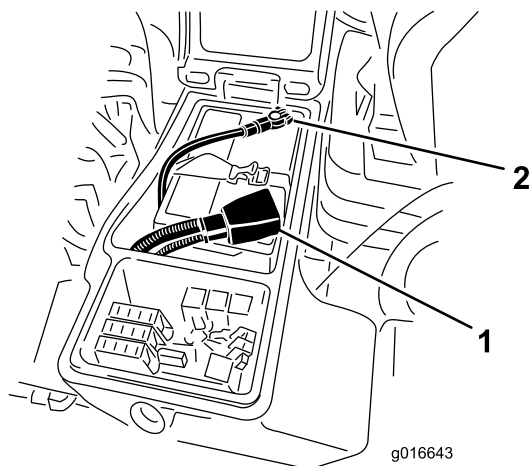

Figura 134
- Conecte el cable positivo (rojo) al borne positivo (+) de la batería (Figura 134).